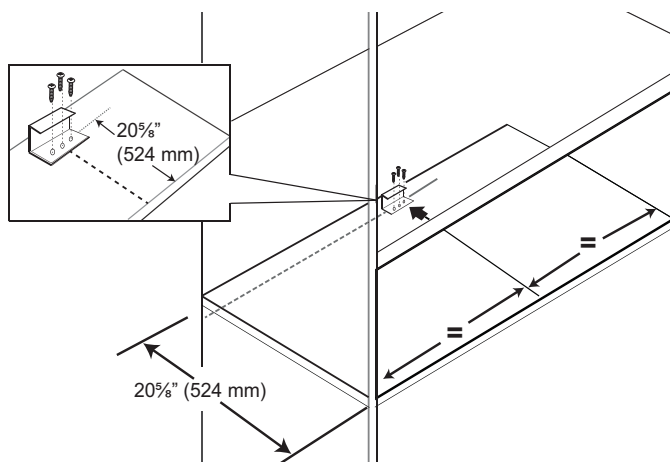

Figura 5: Ubicación del soporte antivuelco
3. Coloque el soporte antivuelco sobre la tabla inferior de la abertura del armario, a 20-5/8 pulg. (524 mm) del borde, centrado en función de las dimensiones de cada modelo, como se muestra en la Figura 5.
4. Fíjelo con tres (3) tornillos de cabeza de estrella de 3/4 pulg. (3,175 mm) (incluidos).